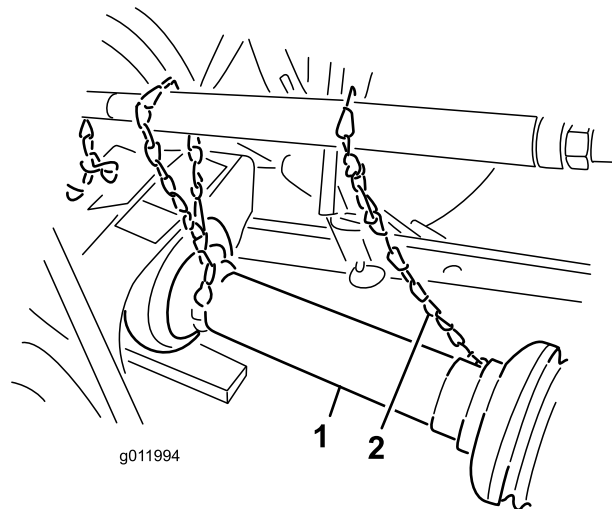

Figura 6
4. Pressione o pino para prender o veio da tomada de força e deslize o veio para trás e para frente, para assegurar que este está bem fixo (Figura 6).
nos braços de articulação ou resguardos da tomada de força (Figura 6).